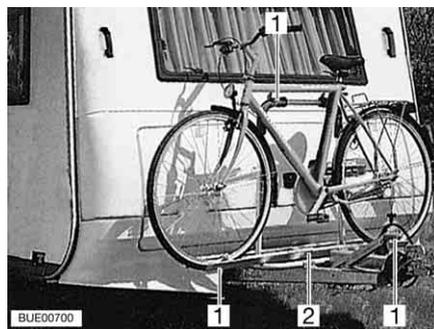

Fig. 13 Porte-vélos à l'avant
- Placer les vélos sur le porte-vélos (Fig. 13,2) et les attacher à l'aide de sangles rapides (Fig. 13,1).